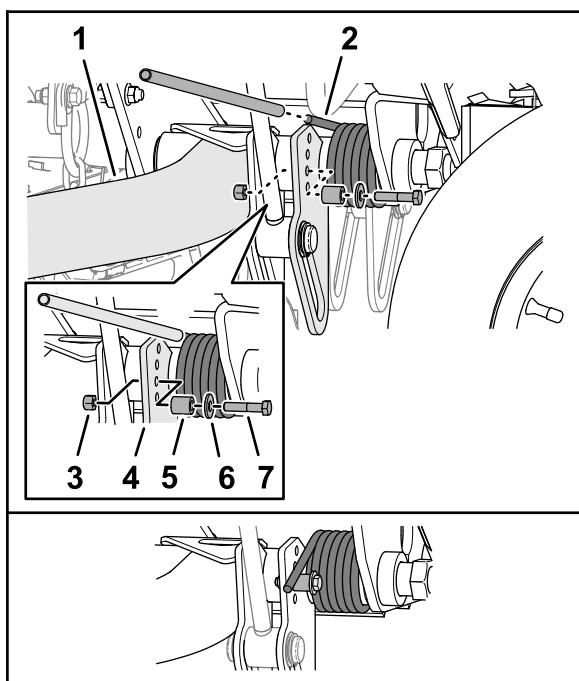

Рисунок 60
2. Наденьте трубу или аналогичный предмет на длинный конец пружины и поднимите его, чтобы снять давление пружины на проставку (Рисунок 60).
3. Удерживая пружину, снимите болт, шайбу и контргайку с пластины подъемного рычага (Рисунок 60).